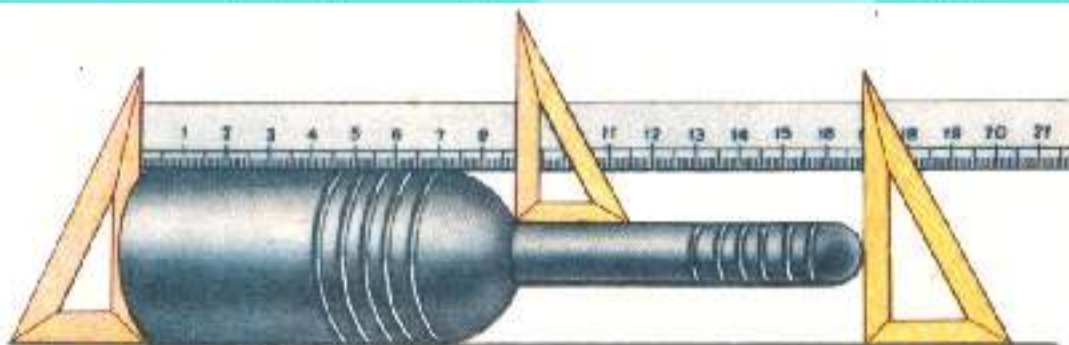

Рис.1
- Лінійні розміри вимірюють за допомогою лінійки, штангенциркуля. За допомогою лінійки і кутників вимірюють частину деталі, яка має східчасту форму (рис.1).